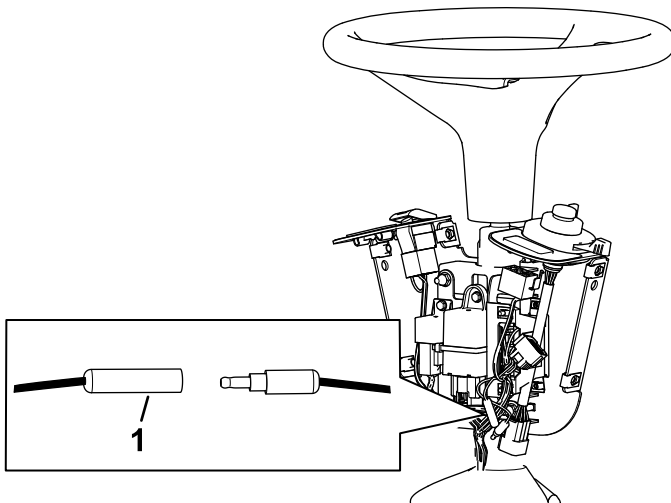

**Figura 9**
8. Desaperte os parafusos em redor da base da coluna da direção (Figura 9).
9. Eleve a base e faça um furo de 22 mm como se mostra na Figura 9.